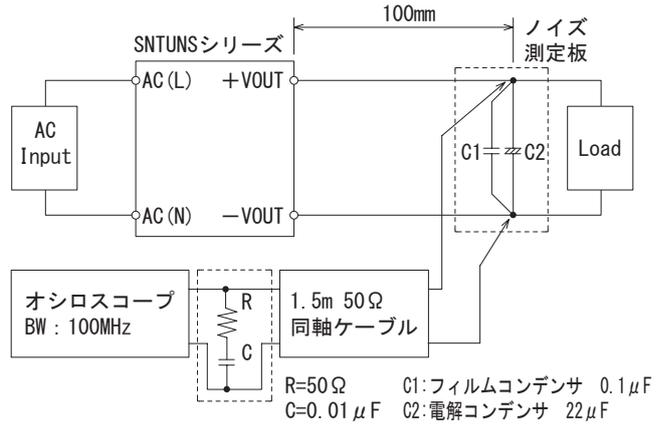

図1.1 出力リップル・リップルノイズ測定方法
- 測定環境によって出力リップルノイズに影響を及ぼす場合がありますので、図1.1に示す測定方法を推奨します。